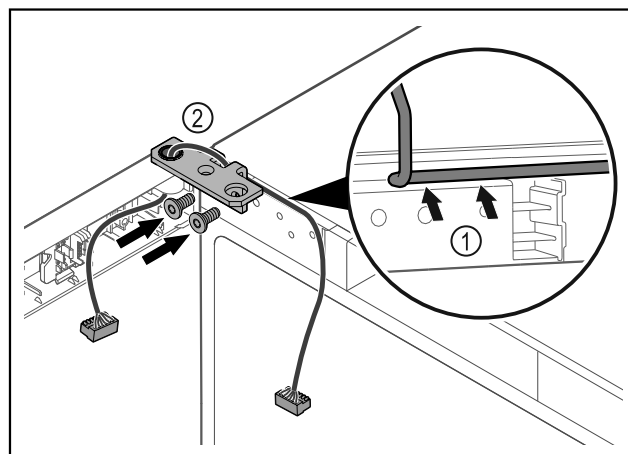

Fig. 63
- 将电缆穿过合页角铁的缺口并小心铺设 Fig. 63 (1)。
- 拧上合页角铁 Fig. 63 (2)。